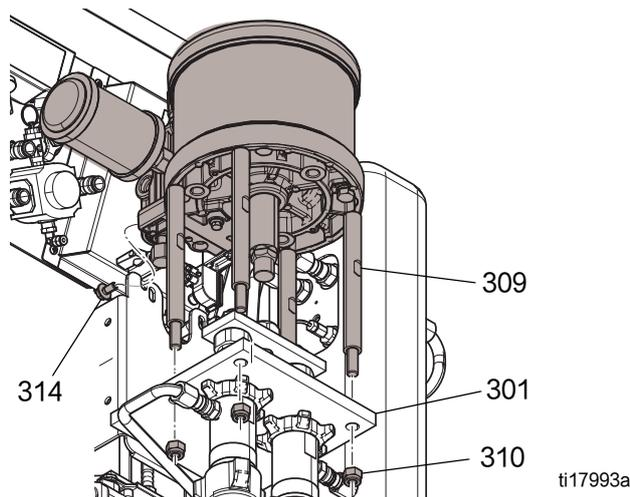

图 2
3. 通过板 (301) 安装拉杆。确保螺丝 (314) 插入支架槽 (311) 中。安装螺丝 (314)。参见图 2 (第 26 页)。
4. 用 32-38 英尺磅 (43-51 牛·米) 的扭力拧紧螺母 (313)。
5. 用 27-32 英尺磅 (37-43 牛·米) 的扭力以小增量均匀地拧紧四个拉杆螺母 (310)。参见图 2 (第 26 页)。